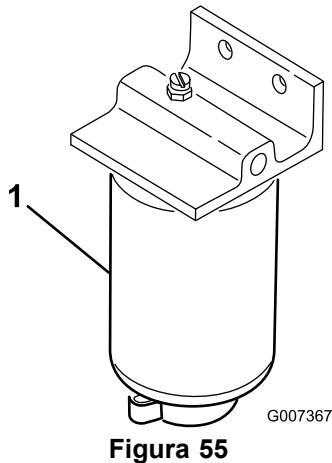

Figura 55
1. Coloque un recipiente limpio debajo del filtro de combustible(Figura 55).